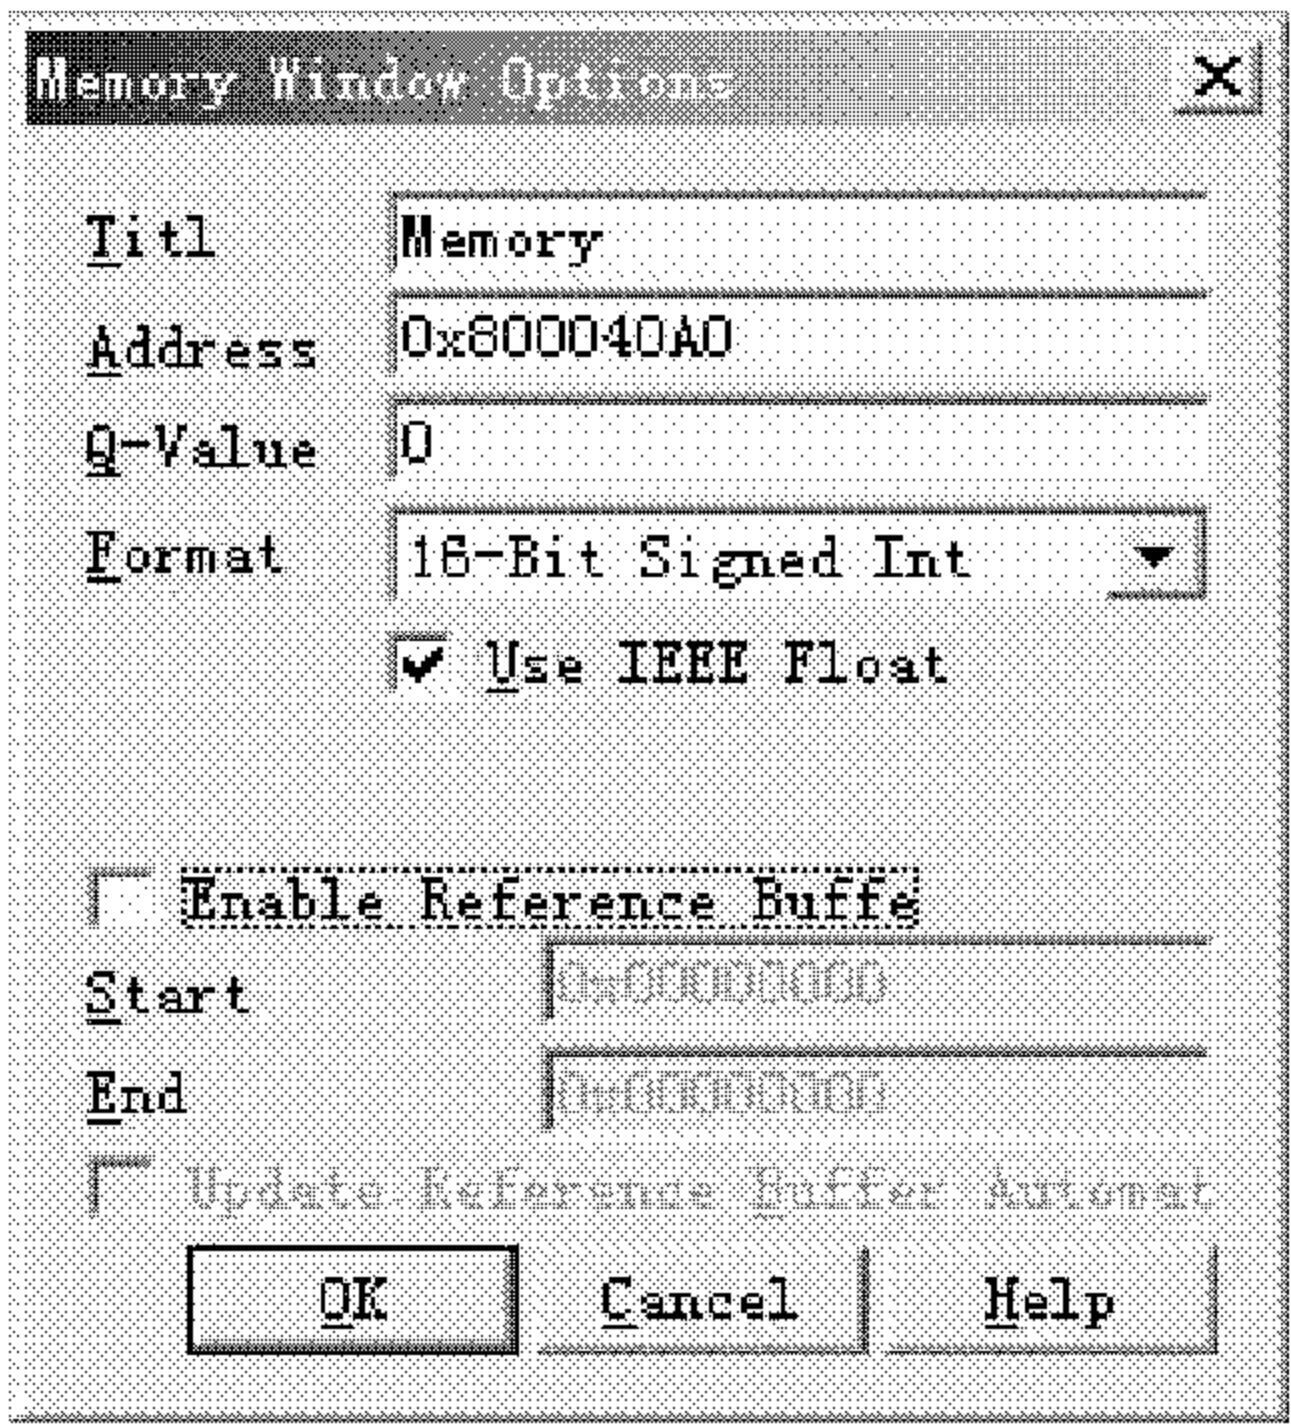

图 3.17 Memory Window Option 对话框
(1) 选择 View → Memory 或点击调试工具栏中的 View Memory 图标,打开 Memory Window Option 对话框,如图 3.17 所示。
(2) 在 Memory Window Options 对话框中设置存储器显示窗口的各种选项。Memory Window